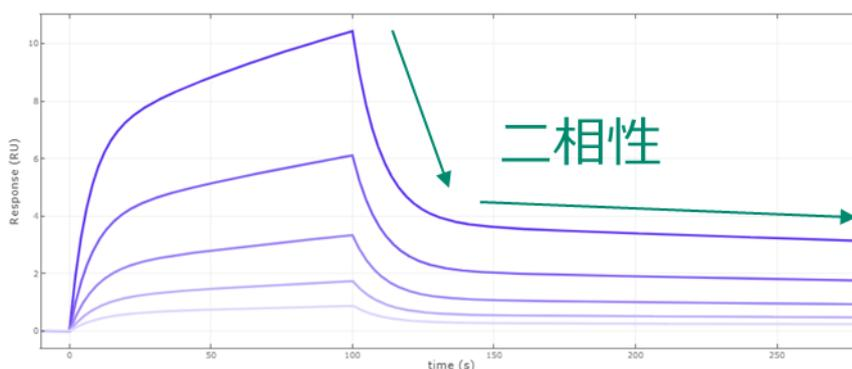

Figure 6 解離相において速い解離と遅い解離の 2 つが混じっている
溶液効果（Bulk effect）はどんなに注意してもゼロにすることはできないと①で解説しました。しかしアナライタ添加開始・終了直後の急激な段差（= Bulk Refractive Index (RI)）は④で解説したダブルサブトラクションにより差し引かれており、**基本的に解析時には残っていないはず**です。Figure 6 は Act - Ref だけの 1 回のサブトラクションですが、この時点でもゼロ近くになっていることが分かります（よく見ると解離相直後に差し引き切れていない RI がありますね。ブランクの 0 濃度データも差し引くことで完全に除去しましょう）。
これは感覚的になってしまい申し訳ないのですが、日々 Biacore の 1:1 binding のカーブを眺めていると、この指数関数的な落ち方をしているかどうかなんとなくわかるようになります。下の Figure 6 は 1:1 binding ではない解離の形（二相性）です。